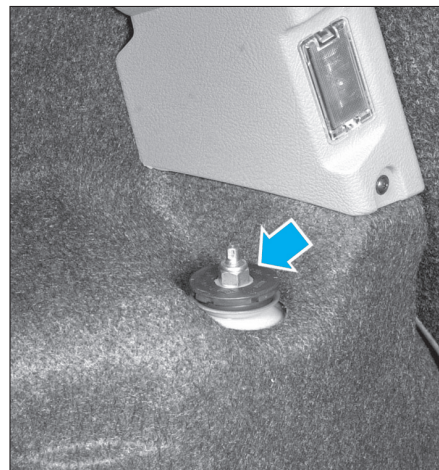

Fig. 11
- Le véhicule étant sur ses roues, déposer dans le coffre, le cache plastique, l'écrou et le palier élastique de l'amortisseur concerné (Fig.11).